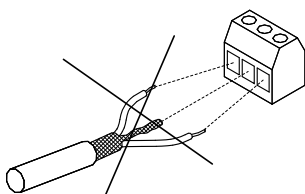

Fig. 21 Undgå sammensnoening af skærmens ender
- Undgå terminering af skærmen med sammensnoede ender. Se fig. 21. Brug kabelbøjler eller EMC-kabelforskrutninger i stedet.